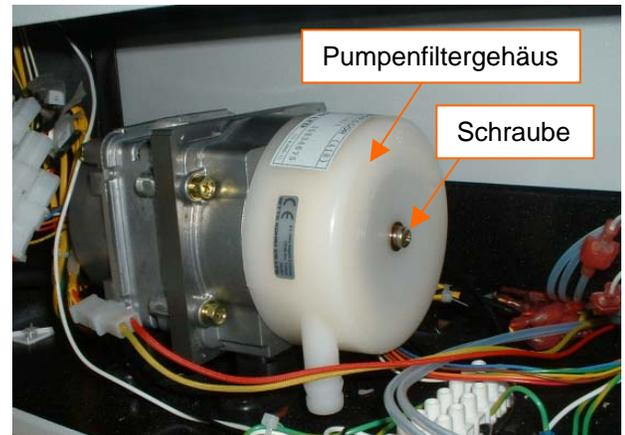

Abbildung 21
- i. Nehmen Sie die Abdeckung auf der Rückseite des TF 2500 ab. (Abbildung 21)